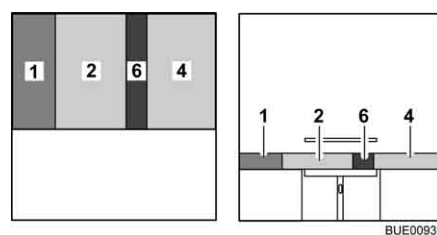

Bild 79 Nach dem Umbau
- Das Rückenpolster (Bild 79,1) zwischen das Sitzpolster und die Wand legen.
- Das Zusatzpolster (Bild 79,6) zwischen die Sitzpolster (Bild 79,2 und 4) legen.